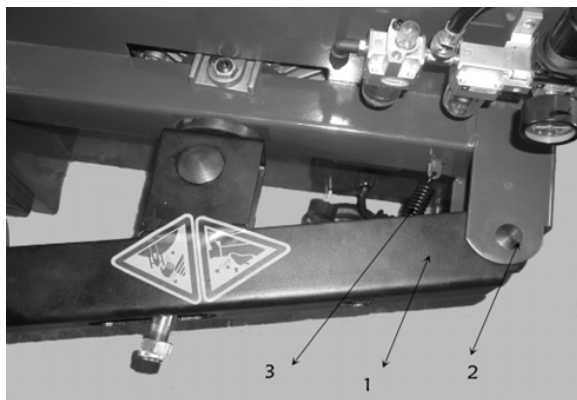

Рис. 4-6
Вставьте нож отрыва кромки шины (1) в скобу крепления, совместите отверстия и установите штифт крепления ножа отрыва (2), а затем и стопорное кольцо на место. Установите пружину (4-6-3) как показано на рис. 4-6.